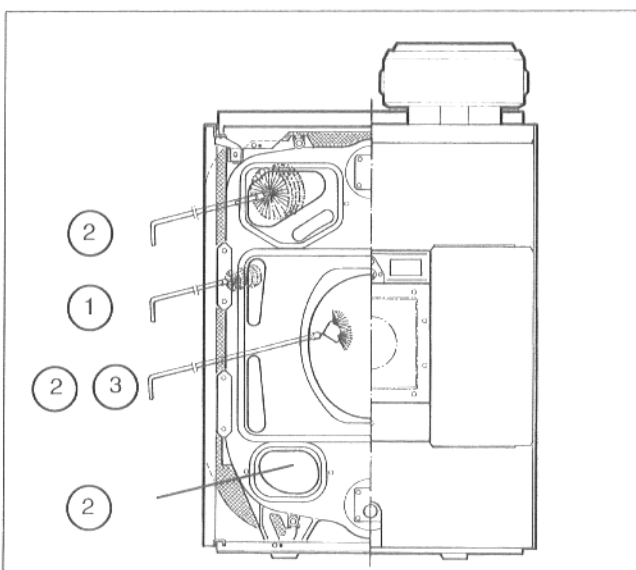

Fig. 63
- Nettoyer de l'avant les carneaux collecteur de fumée supérieurs avec la brosse no. 2 (Fig. 63).
- Avec la brosse de nettoyage no. 1, nettoyer les carneaux collecteur de fumée verticaux, d'avant en arrière (Fig. 63).
- Avec la brosse de nettoyage no. 3 nettoyer la paroi arrière de la chambre de combustion et avec la brosse no. 2 nettoyer le foyer (Fig. 63).
- Nettoyer d'avant en arrière les carneaux collecteur de fumée horizontaux du bas avec la brosse no. 2 (Fig. 63).